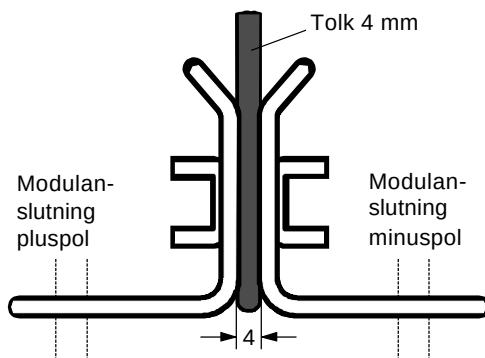

Bild 12-4 Montage av skenmodul
- ◆ Applicera tolken (4 mm) mellan skenorna (bild 12-4)